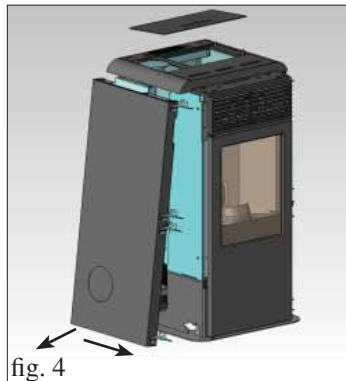

fig. 4
- Afmonter metalsiden (højre eller venstre), og flyt den ca. 2 cm mod brændeovnens front, og træk den først ud forned og træk den derefter ud fra under toppen (fig. 4).